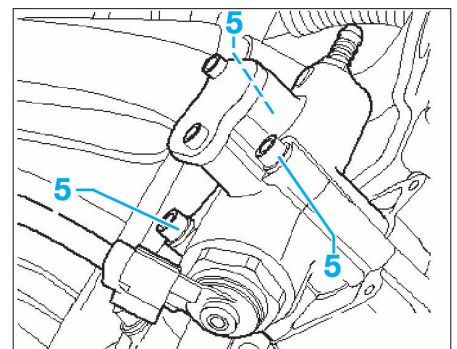

FIG. 38
• Déposer les vis (5) de la pompe haute pression puis cette dernière (Fig.38).